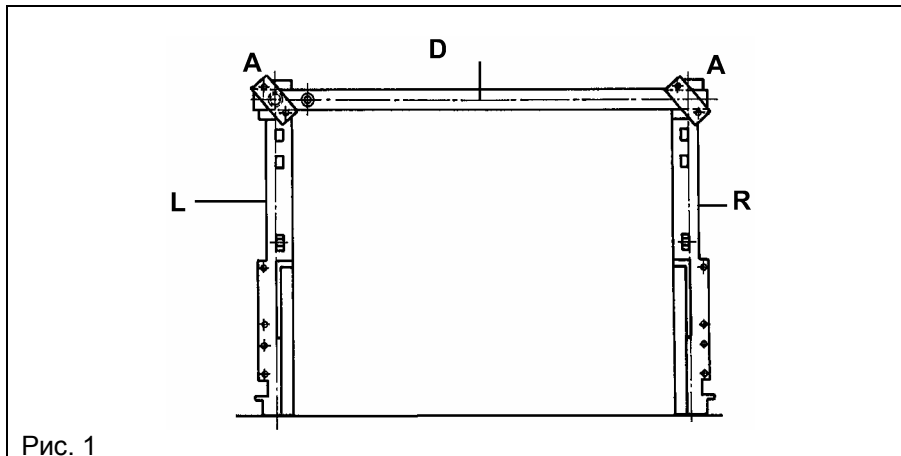

Рис. 1
Корпус топки состоит из трех видов деталей: крайняя левая секция (L), серединные секции (M) и крайняя правая секция (R) (см. рис. 1 и 7).